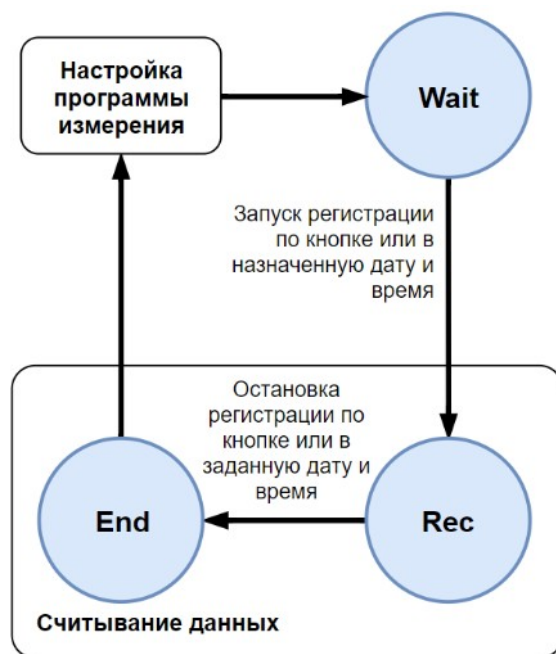

Рисунок 3: Разовый алгоритм
1. **Разовый алгоритм** (рисунок 3) - после запуска и выполнения программы измерения, логгер переходит в состояние **End** и остаётся в нём до момента загрузки новой программы измерения.